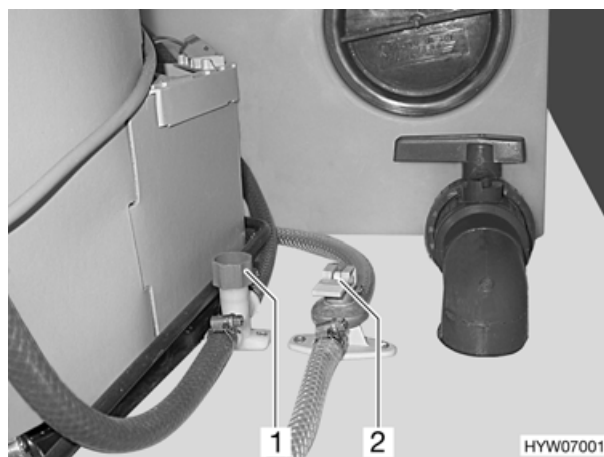

Fig. 59 Rubinetti di scarico
- Chiudere il rubinetto di scarico del boiler (Fig. 59,2). Il rubinetto di scarico si trova nel gavone di coda. Per chiudere mettere la leva a bilanciere in posizione orizzontale.
- Ruotare il cappelletto di valvola blu (Fig. 59,1) in senso orario.
- Aprire il rubinetto di scarico del boiler (Fig. 59,2). A questo scopo mettere la leva a bilanciere sul rubinetto di scarico del Boiler in posizione verticale.